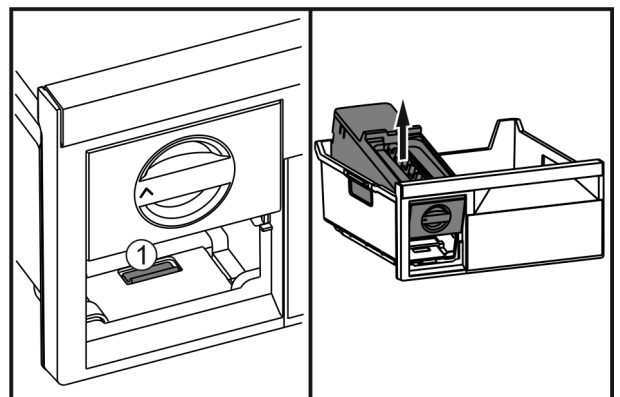

Fig. 48
- ▶ Lip Fig. 48 (1) indrukken, EasyTwist-Ice van achter optillen en uit de vrieslade nemen.